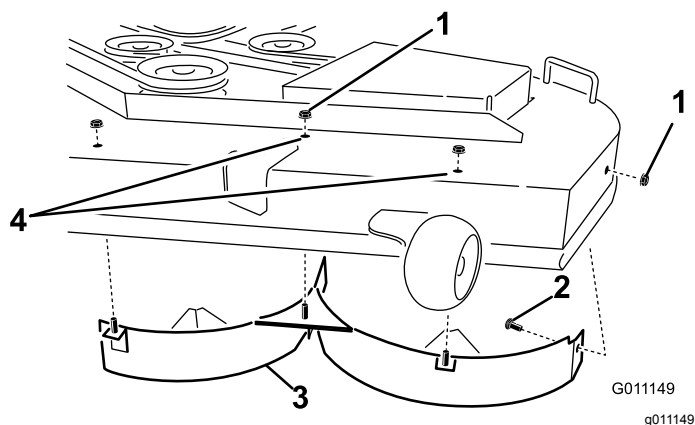

Figura 16
- Retire las 3 contratuercas (5/16") de las clavijas soldadas del deflector izquierdo, en la parte superior de la carcasa del cortacésped, en las posiciones centro, centro izquierda e izquierda (Figura 16).
- Retire el perno de cuello cuadrado y la contratuerca, situados en la pared lateral de la carcasa del cortacésped, que sujetan el deflector izquierdo a la carcasa (Figura 16).
- Retire el deflector izquierdo de la carcasa del cortacésped (Figura 16).
- Localice los 2 pernos en las piezas sueltas, y utilice las contratuercas existentes para instalar estas fijaciones en los taladros indicados en Figura 16 de la carcasa del cortacésped para evitar que se arrojen residuos al aire.